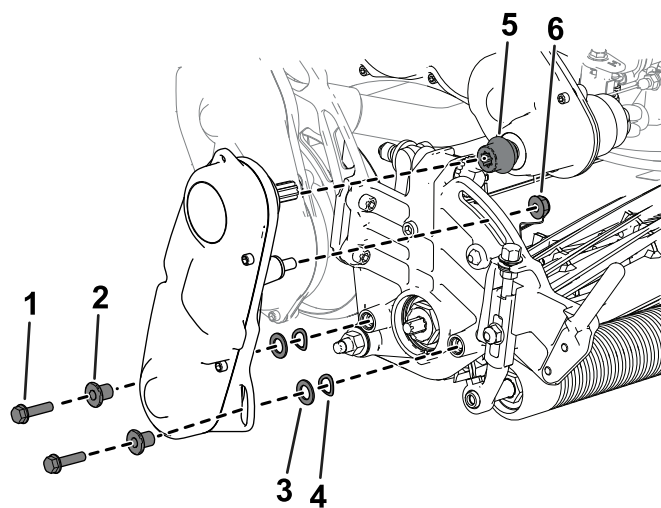

Figura 5
6. Montate l'accoppiatore all'albero della trasmissione (Figura 5).
7. Utilizzate la bulloneria rimossa in precedenza per montare il gruppo di rotazione del cilindro all'apparato di taglio (Figura 5).
8. Assicuratevi che l'accoppiatore (Figura 5) sia in grado di muoversi facilmente avanti e indietro sull'albero della trasmissione.